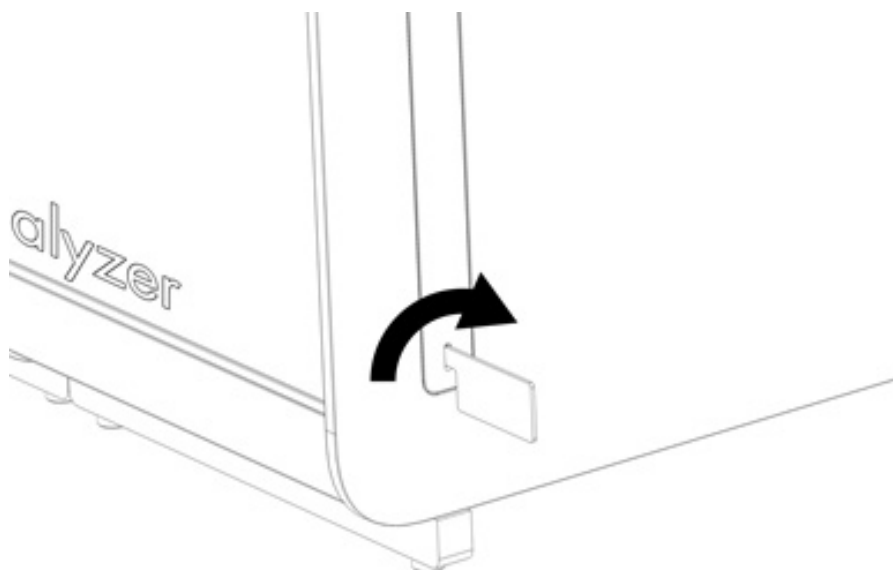

Figura 15. Scoaterea capacelor de protecție.
3. Scoateți capacele de protecție de pe părțile laterale ale modului analitic, folosind instrumentul de îndepărtare a capacului de protecție, livrat împreună cu QIAstat-Dx Analyzer 2.0 (Figura 15).